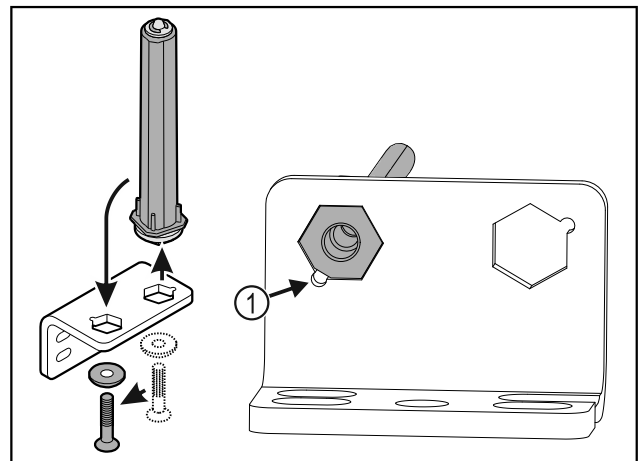

Fig. 36
- ▶ Let erop dat bij het plaatsen de boutafschuining Fig. 36 (1) naar het ronde gat wijst.